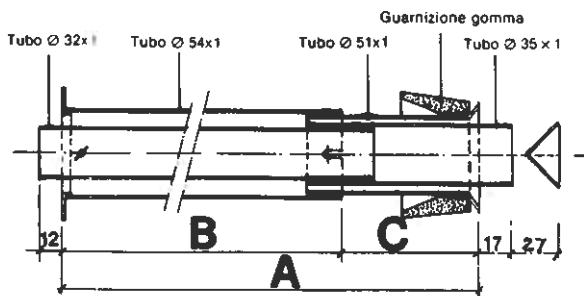

Fig. 3
- Per determinare la misura B che risulta essere uguale ad A meno C considerare la fig. 3 dove A = SPESSORE DEL MURO + 28 mm., mantenendo una sovrapposizione dei tubi  $\varnothing 54$  e  $\varnothing 51$  di almeno 15 mm.